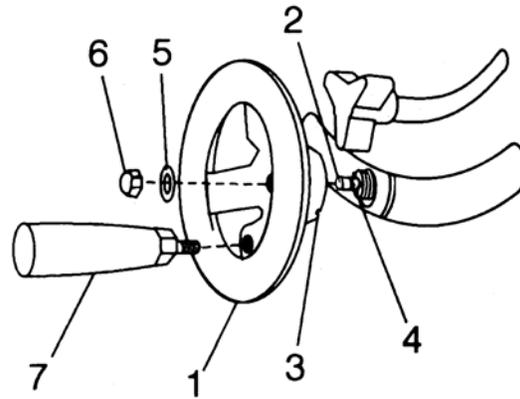

Fig. 4
1. Atornille la manivela de elevación e inclinación (1) al tornillo de elevación (2). Asegúrese de que el hueco (3) en la manivela este pegado al perno (4) en el tornillo de la flecha de elevación (Fig. 4).
2. Atornille la manivela al tornillo de la flecha elevación con la roldana plana (5) y la tuerca domo (6).
3. Atornille la perilla (7) a la manivela.